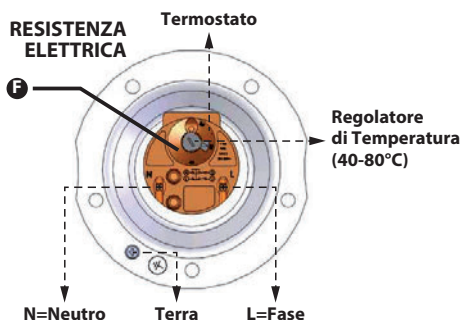

Figura 2.23
INTERRUTTORE AUTOMATICO TERMoeLETTRICO AUSILIARIO PER IL TERMOSTATO (F) (Figura 2.23)
RIPRISTINO DELL'INTERRUTTORE TERMoeLETTRICO (F) (Figura 2.23)
coprire la superficie del collettore, in modo da evitare che raggiungano temperature elevate le quali potrebbero far intervenire la protezione termoelettrica del termostato e interrompere il circuito elettrico (v. sezione "RIPRISTINO DELL'INTERRUTTORE TERMOELETTRICO (F) (Figura 2.23)" a pag. 29).